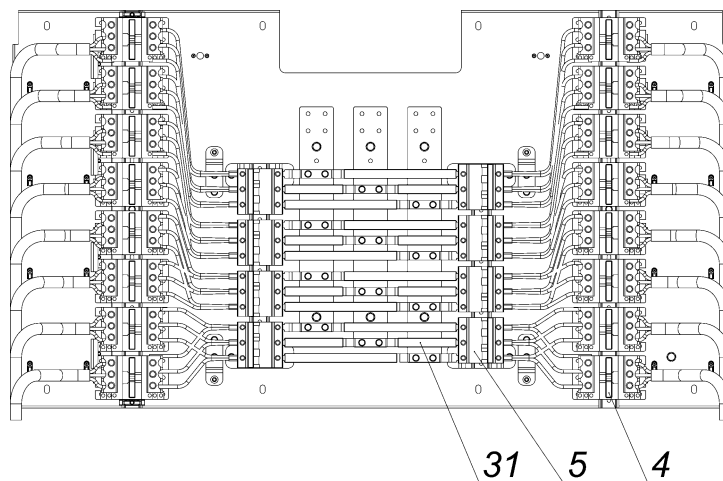

Рисунок 3. Блок контакторов
5.13 Блок контакторов (рис. 3) состоящий из электрораспределительных шин (31), секционных автоматических выключателей (5), электромагнитных контакторов (4) обеспечивает подачу электроэнергии на блоки ТЭН.